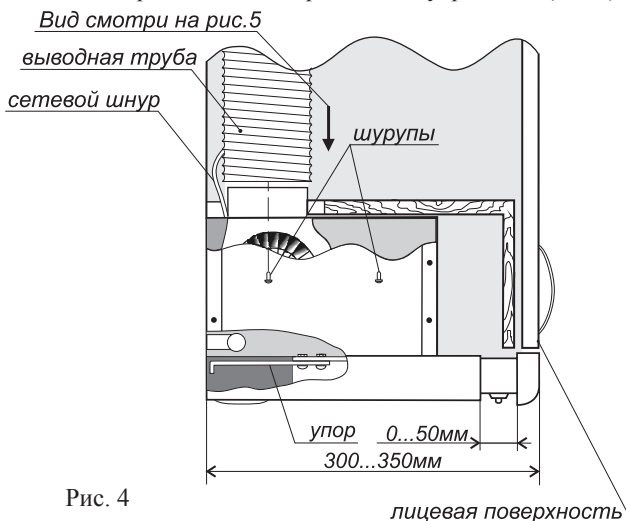

Рис. 4
- 6.2 Воздухоочиститель рассчитан для монтажа в шкафчик глубиной 300 мм. При этом лицевая поверхность шкафчика и панель воздухоочистителя будут находиться в одной плоскости. При большей глубине шкафчика (до 350 мм), Вы можете отрегулировать ход выдвигной панели так, чтобы в закрытом состоянии она была на одном уровне с лицевой поверхностью шкафчика. Для этого установите упор (рис. 3) и отрегулируйте его вылет (рис. 4). Если глубина Вашего шкафчика больше 350 мм, то при его изготовлении необходимо закрыть пространство за воздухоочистителем мебельной панелью.
- Вставьте воздухоочиститель со снятыми фильтрами в полость шкафчика и изнутри разметьте четыре крепежных отверстия по верхнему своду воздухоочистителя (рис.4).